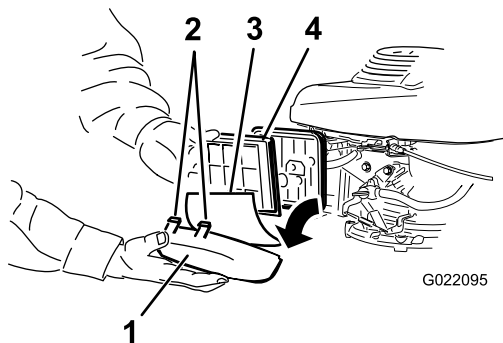

Figura 24
4. Retire la tapa, y retire el prelimpiador de gomaespuma de la tapa (Figura 24).
6. Retire e inspeccione el filtro de papel (Figura 24).
7. Instale el prefiltro de gomaespuma en la tapa del limpiador de aire Figura 24.